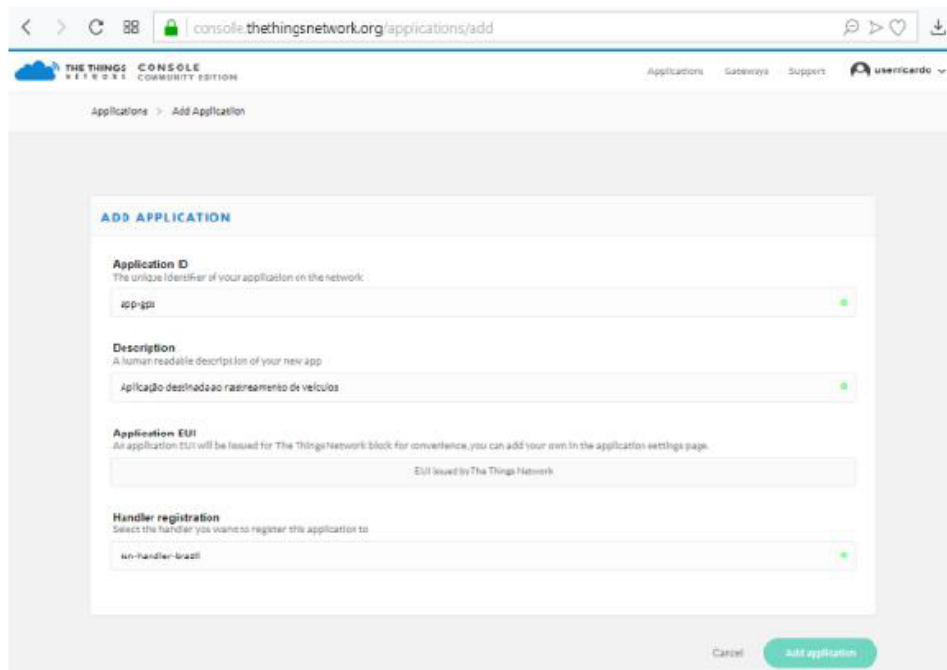

Figura 6: Cadastro de aplicação
- ▶ Uma nova tela conforme Figura 6 aparecerá. Para campo “Application ID”, escolha um identificador exclusivo com letras minúsculas, caracteres alfanuméricos e não consecutivos. Não são permitidos caracteres de acentuação, enquanto os caracteres “-” e “\_” são permitidos;